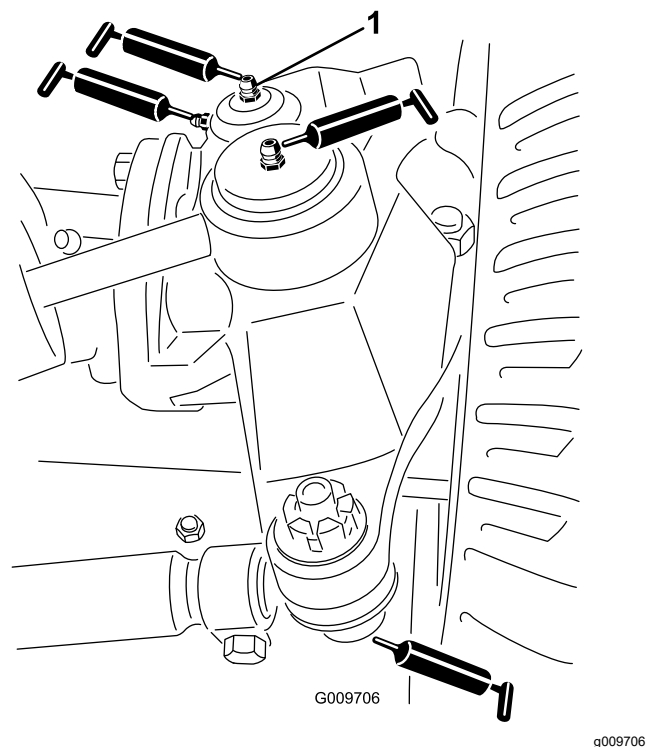

Figura 76
- Rótulas do cilindro da direção (2), como se mostra na Figura 76
- Rótulas da barra de ligação (2), como se mostra na Figura 76
- Casquilhos do pino principal (2), como se mostra na Figura 76